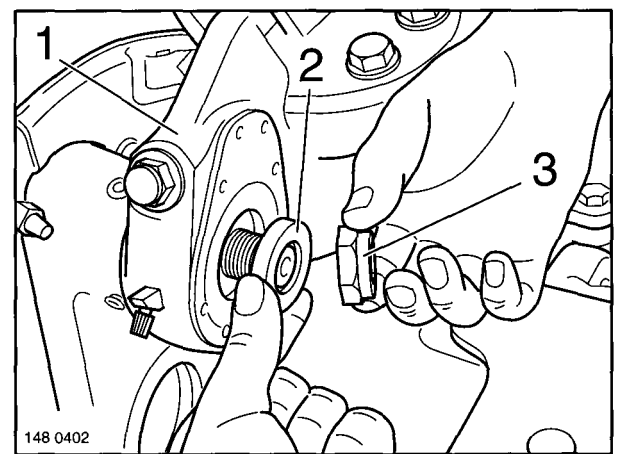

Fig. 2
- (3) Unscrew the lock nut (Fig. 2/3), remove the washer (Fig. 2/2) and slack adjuster (Fig. 2/1).
- (3) Dévisser l'écrou de sûreté (figure 2/3), enlever la rondelle (figure 2/2) et le levier de frein (figure 2/1).
- (1) Zugfeder im GSK aushängen.
- (2) Bolzen im Gabelkopf des Bremszylinders ausbauen.
- (3) Sicherungsmutter (Fig. 2/3) abschrauben, Scheibe (Fig. 2/2) und Gestängesteller (Fig. 2/1) abnehmen.